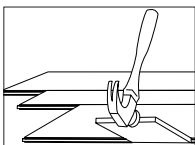

Figure 12
- Il peut être nécessaire d'aligner les planches à l'aide d'un morceau de bois de rebut (Figure 12 - en le gardant vers le bas pour éviter d'endommager le bord de la planche.)